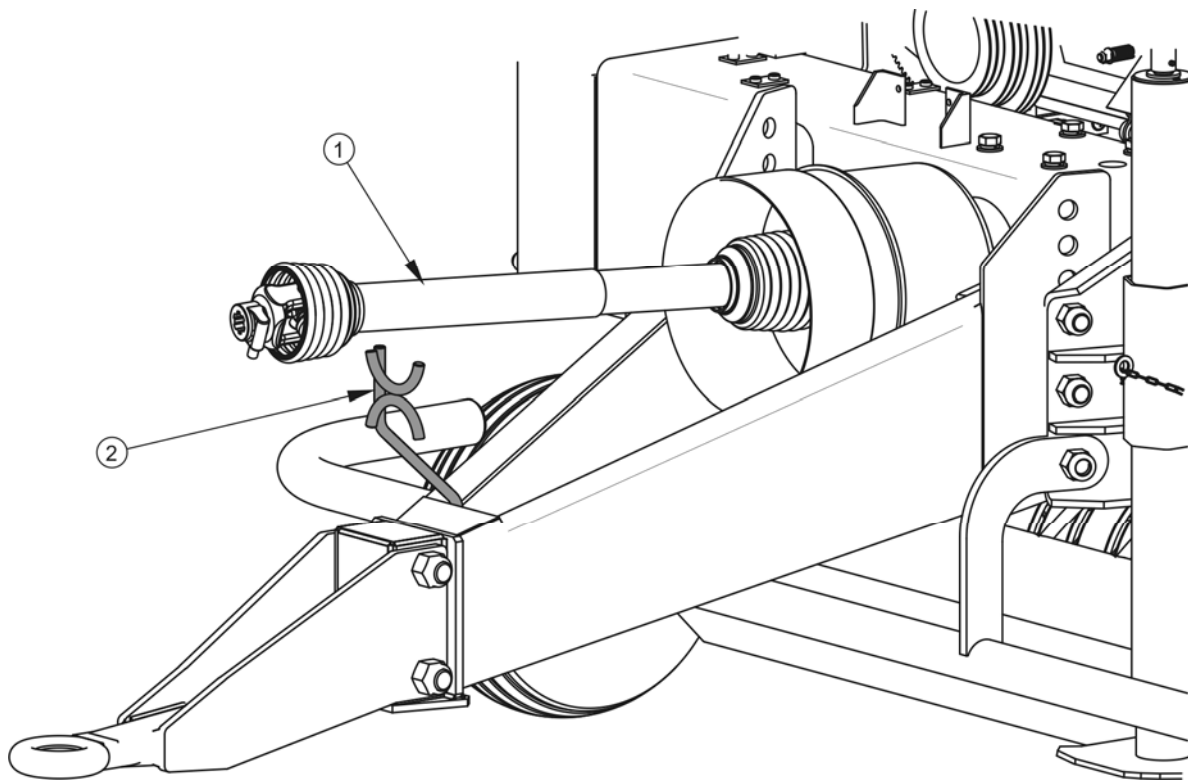

РИСУНОК 2.1 Крепление телескопического карданного вала
- Запрещается использовать фиксирующие цепочки для поддержания вала во время стоянки или транспортировки пресса. Для этого служит специальный кронштейн 2 рисунок 2.1 - на дышле пресса.